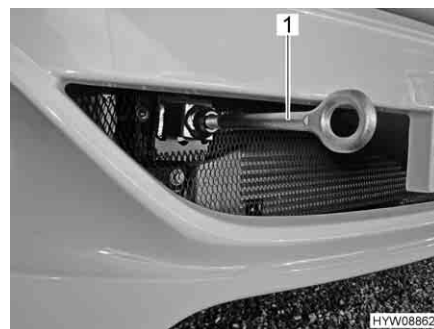

Fig. 38 Occhione di traino (installato)
- Montare l'occhione di traino (Fig. 38,1) come indicato nel manuale di funzionamento del veicolo di base.